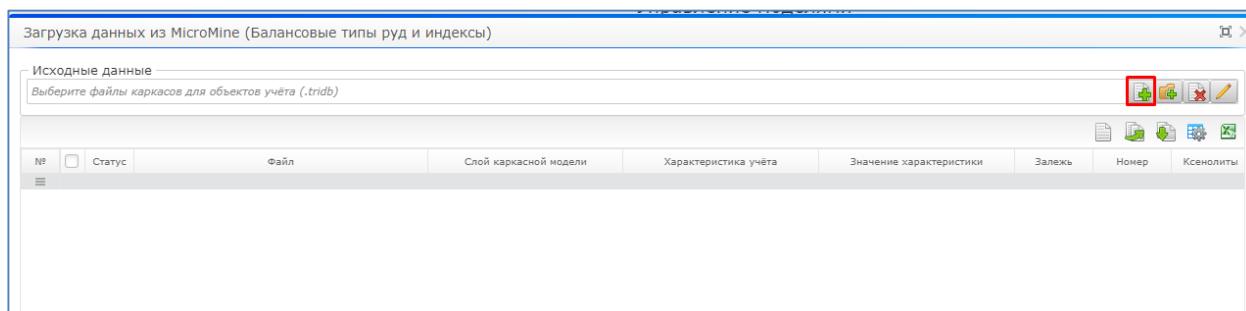

Рисунок 4. Кнопка «Выбрать файл»
6. Откроется диалоговая форма «Загрузка данных из ГГИС». В группе «Исходные данные» необходимо нажать на кнопку «Выбрать файл» (Рисунок 4).